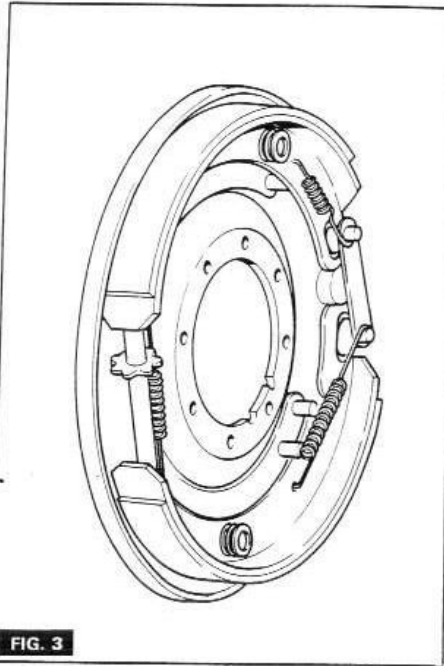

FIG. 3
- 2 - (figure 3) - Retirer les ressorts de rappel puis le pignon de réglage.